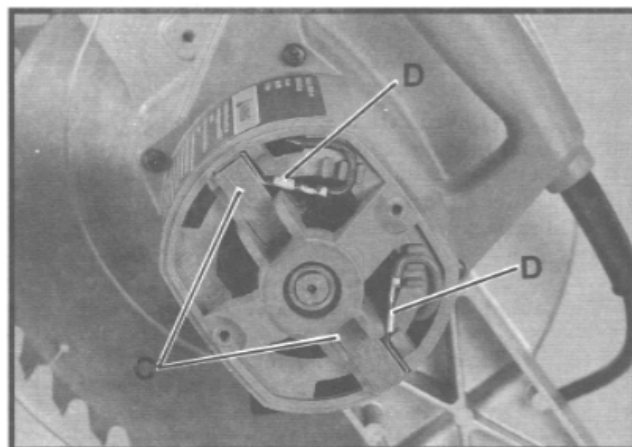

Fig. 47
2. Die Kohlebürsten sind in zwei Haltern (C) montiert Fig. 47. Die Stecker (D) vom Halter demontieren und diese mit den Kohlebürsten ausbauen.